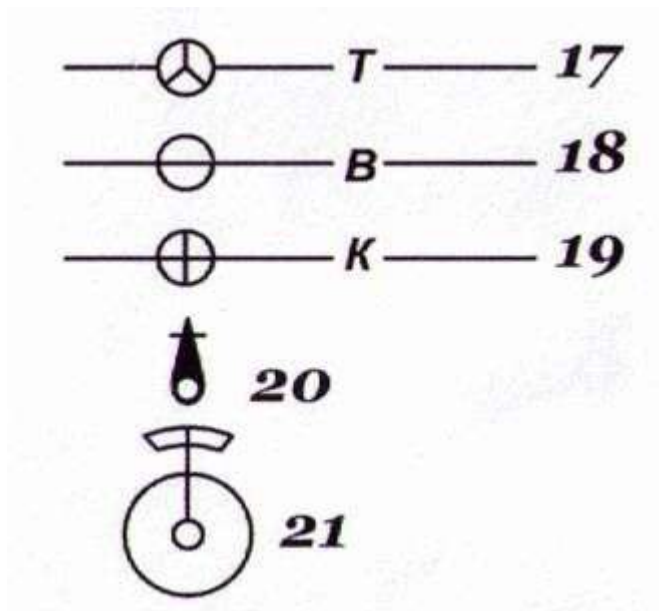

Рис. 66. Специальные условные знаки
5. Специальные условные знаки (рис. 66) устанавливают соответствующие ведомства отраслей народного хозяйства; их применяют для составления специализированных карт и планов этой отрасли, например, знаки для маркшейдерских планов нефтегазовых месторождений – нефтепромысловые сооружения и установки, скважины, промысловые трубопроводы.